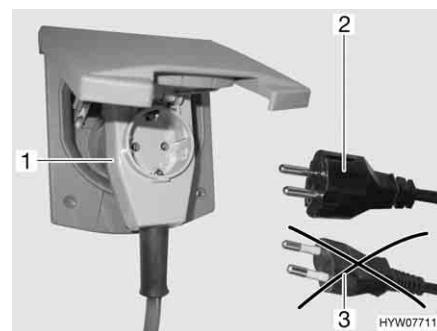

Fig. 67 Collegamento ad un connettore ad angolo provvisto di presa
- ▶ Se si impiega un connettore ad angolo CEE 17 provvisto di una presa integrata sulla parte posteriore (Fig. 67,1), utilizzare esclusivamente una spina IP 44 gommata e sigillata con contatto di terra (Fig. 67,2). Non utilizzare spine senza contatto di terra (Fig. 67,3). Pericolo di scarica elettrica!